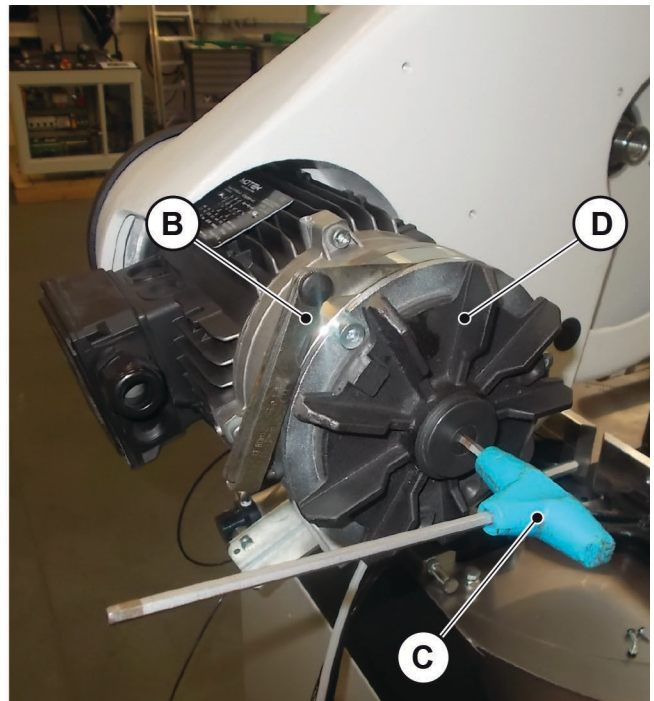

Abb. 09-05
- 2 Mit dem Dickenmessgerät „**B**“ (**Abb. 09-05**) kontrollieren, ob der Wert des Luftspalts zwischen 0,2 und 0,5 mm liegt. Falls der Luftspalt die Maximalgrenze von 0,5 mm übersteigt, muss der Sechskantschlüssel „**C**“ (**Abb. 09-05**) eingesetzt und im Uhrzeigersinn gedreht werden, bis der Wert wieder innerhalb der zulässigen Grenzen liegt.
- Jährlich oder ca. alle 40.000 Ein-/Abschaltzyklen des Sägeblatts: Die Stärke der Scheibe des Bremsbelags „**D**“ (**Abb. 09-05**) prüfen. Liegt die Abnutzung des Abriebmaterials über 1,5 mm im Verhältnis zur ursprünglichen Stärke des Belags von ca. 3 mm, muss die Motorbremse ausgetauscht werden. In diesem Fall muss der gesamte selbstbremsende Motor ausgetauscht werden.